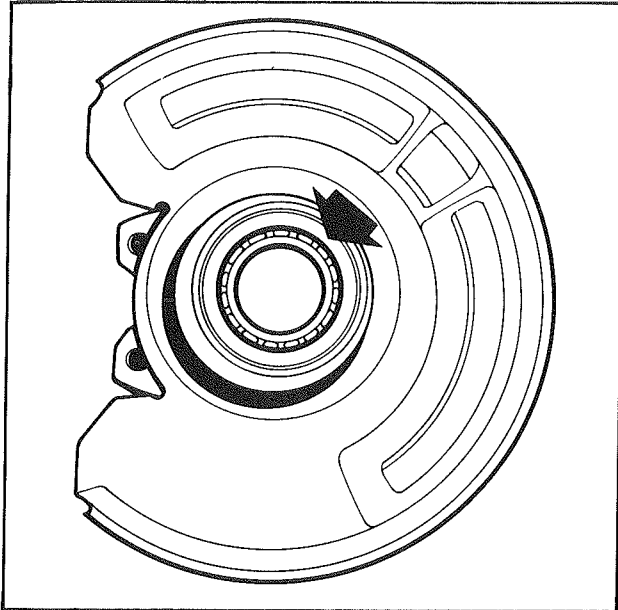

Fig. 9
- Placer l'ensemble ci-dessus dans la fusée (fig. 9).